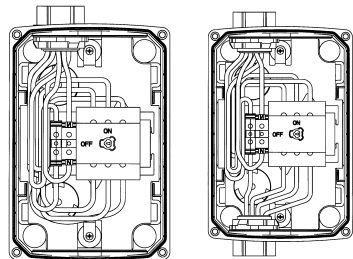

Figure 2
7. Il est recommandé d'installer le conduit directement au-dessus de l'interrupteur dans les applications où il existe une possibilité de condensation dans le conduit. Lorsque l'entrée d'alimentation supérieure est utilisée, des anneaux d'écoulement doivent toujours être utilisés, comme montré dans les figures 2 et 3.
- Sélectionnez le schéma de câblage qui convient à partir du tableau de schémas de câblage et câblez l'interrupteur comme illustré, en veillant à prévoir un anneau d'écoulement pour la condensation comme montré dans les figures 2 et 3. Insérez entièrement les câbles dénudés dans les ouvertures des bornes et serrez les vis des bornes conformément au tableau 1.